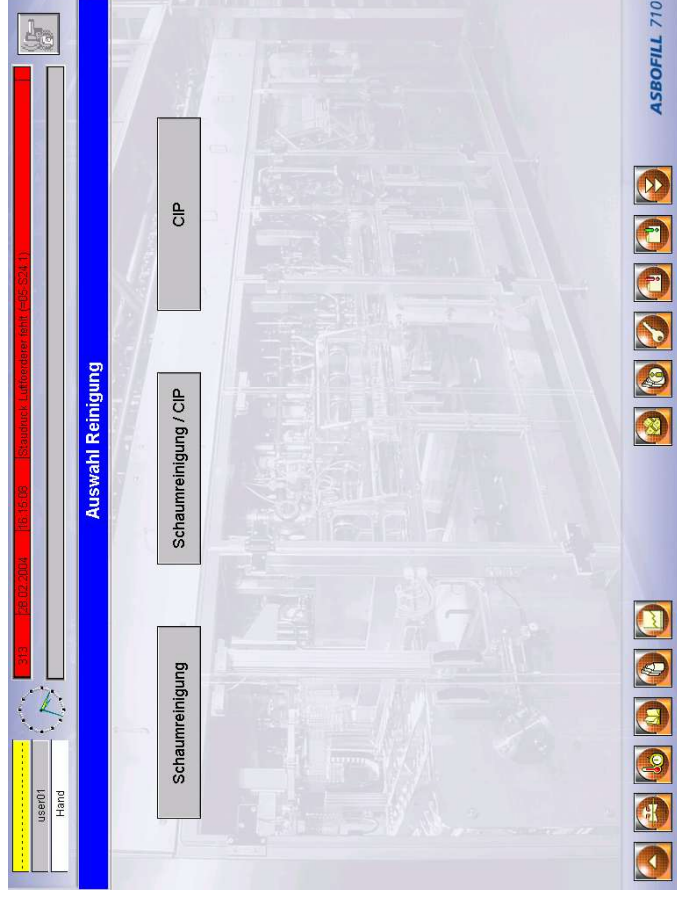

Bild 7-27
- 2) Im [HAUPTBILD] die Schaltfläche [Reinigung] berühren. Das Menübild [AUSWAHL REINIGUNG] (Bild 7-27) wird aufgerufen.